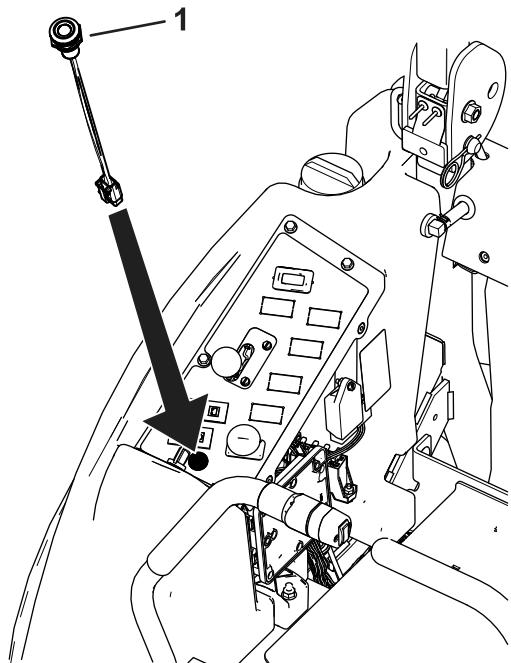

Bild 7
13. Befestigen Sie die Lampe an der Oberseite der Konsole (**Bild 7**).